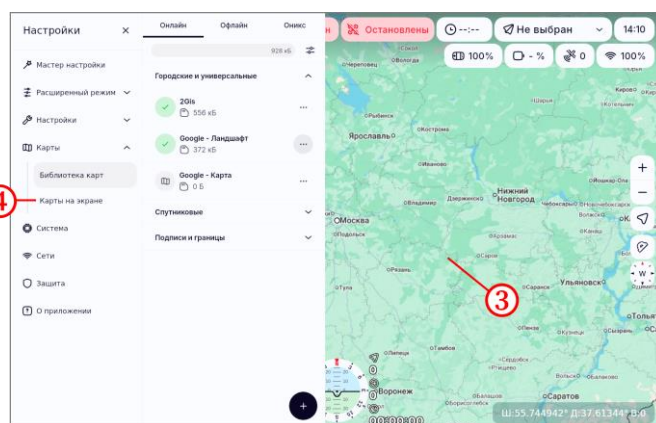

Рисунок 33
- проконтролировать смену вида карты (рисунок 33, шаг 3);
- перейти в пункт меню «Карты на экране» (рисунок 33, шаг 4);